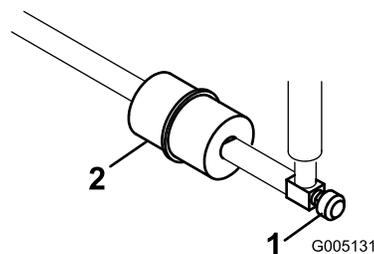

图29
管线式燃油滤清器位于油箱与化油器之间的燃油管内图29。
1. 关闭燃油切断油阀图29。
2. 将放油盘放到滤清器下方拧松滤清器化油器侧的软管夹然后从滤清器中取出燃油管线图29。
3. 松开另一个软管夹然后取下滤清器图29。